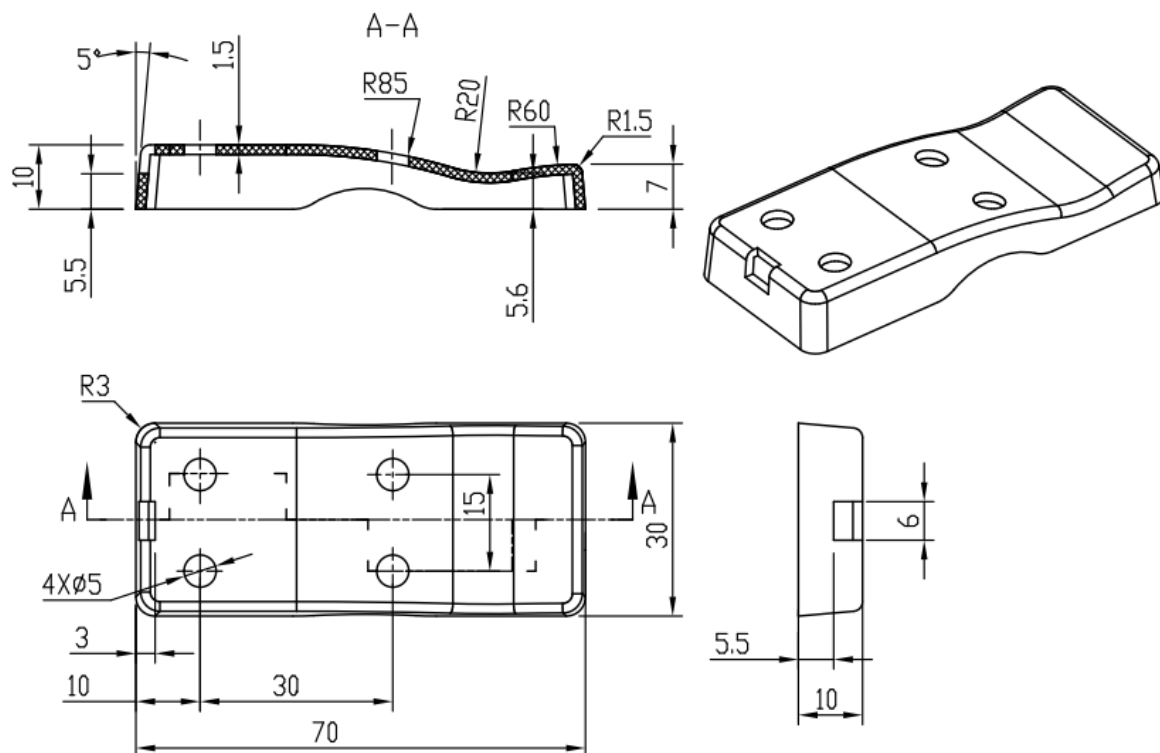

图3-3手机盖
按照图3-3的要求，对手机盖零件进行产品造型、结构设计与3D打印。塑件材料：**ABS**。技术要求：
(1) 在F盘下建立考生文件夹，文件夹名称为考生准考证号。产品零件设计的结果文件保存于此文件夹中。
(2) 根据图3-3对产品进行造型，并对内部结构进行设计，文件名称为CPSJ3DDY
(3) 对产品设计的结果文件进行3D打印
(4) 对打印的零件进行后处理（含去支撑、粘接等）